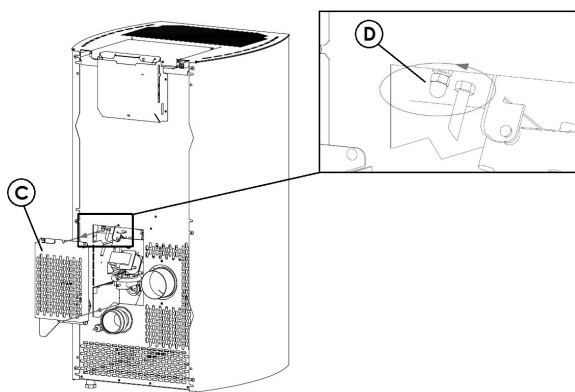

Fig. 80 - Retrait du carter
- Retirer le carter d'inspection « C » placé sur le dos de l'appareil (voir **Fig. 80**).